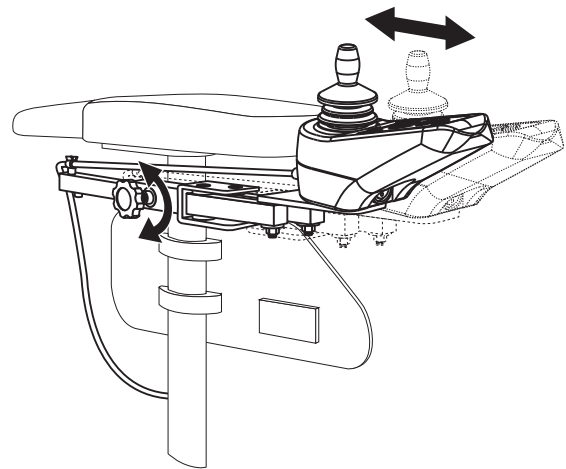

Bild 14. Steuerungsposition
4. Klappen Sie die Armlehne hoch, so dass diese senkrecht ist. **Siehe Bild 14.**